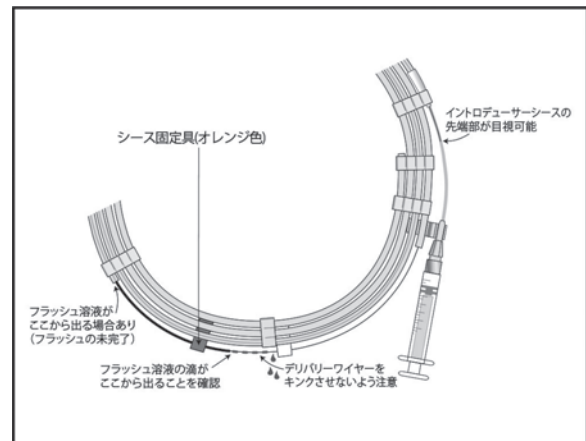

図 2: 灌注/湿潤用フープへのフラッシュ用溶液注入
- 5) 図 2 に示すように、生理食塩液の滴が、イントロデューサシースの手元部から出てくることを確認する。ディスペンサーコイルから溶液が多少出てくる場合があるが、これは本品が正しく灌注/湿潤されていない状態である。図 2 に示した位置に、フラッシュ用の生理食塩液の流出が確認できない場合、本品を使用しないこと。